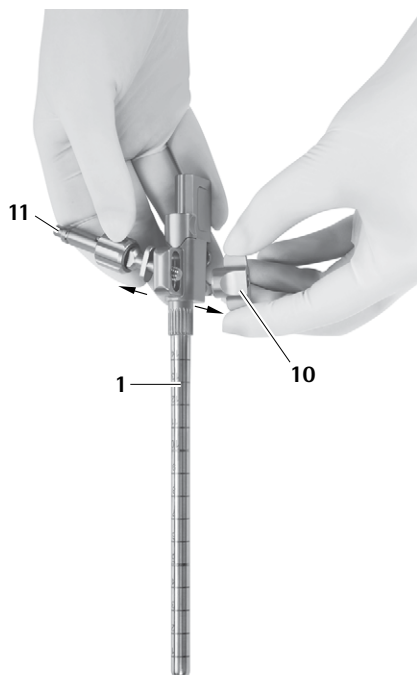

Abb. 13
- Haltearmadapter 11 entfernen, siehe Abb. 13.